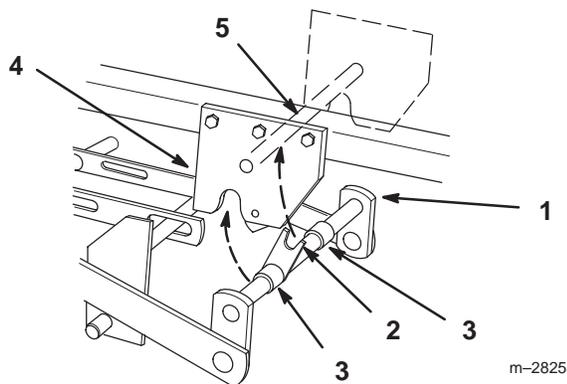

Bild 5
9. Drehen Sie die vorne befestigte Welle, sodass die Gabel gerade nach oben zeigt und ausgerichtet ist. Die Distanzstücke sollten sich zwischen den mittleren Anbauvorrichtungsplatten befinden (Bild 5).
10. Heben Sie das Mähwerk mit dem Hubhebel oder dem Elektrohub des Anbaugeräts an und führen Sie die Gabel so, dass sie an die Anbauvorrichtungsstange greift (Bild 5).